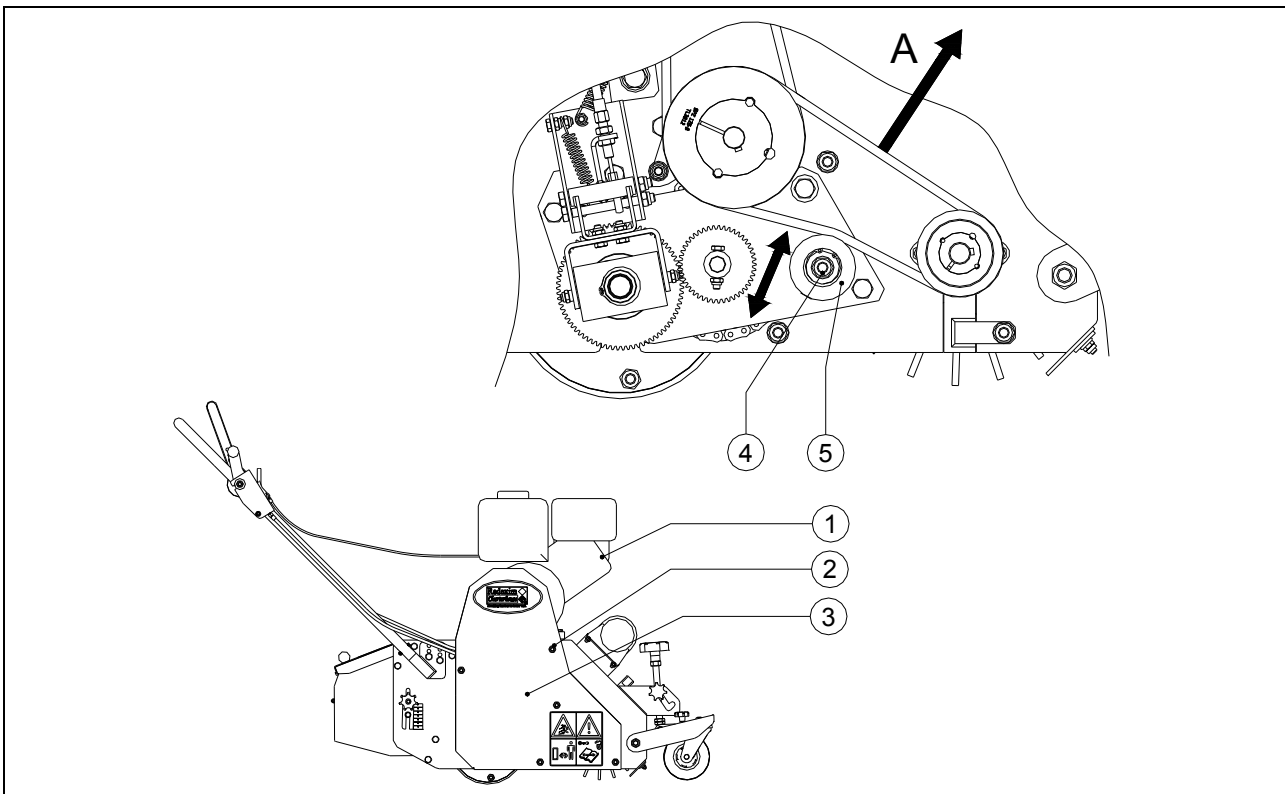

Fig. 17
1. Le galet tendeur pour l'actionnement de la brosse. (Voir fig. 17)
Galet tendeur pour l'actionnement de la brosse. (Voir fig. 17)